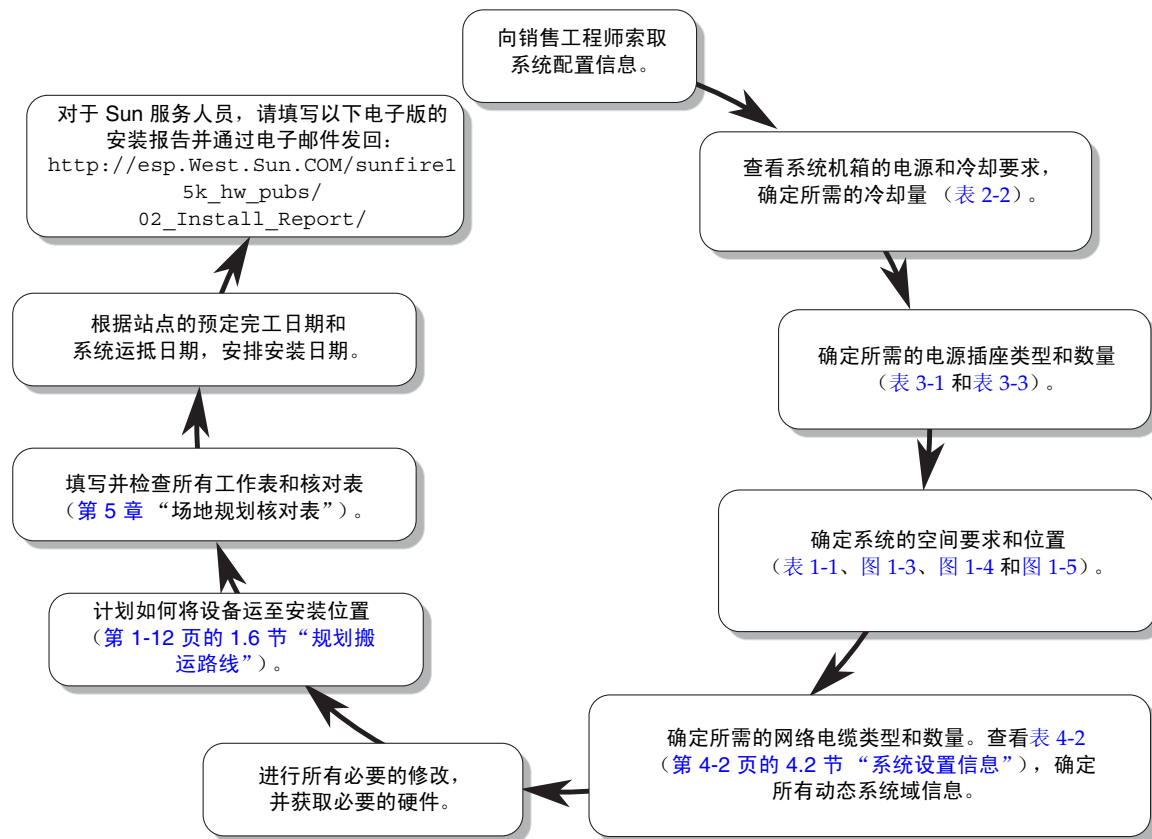

图 1-1 场地准备流程
- 图 1-1 场地准备流程 1-1
本章详细介绍了 Sun Fire E25K/E20K 系统的物理要求。请参照图 1-1 中所示的场地准备流程图，了解在安装系统之前必须满足的要求。